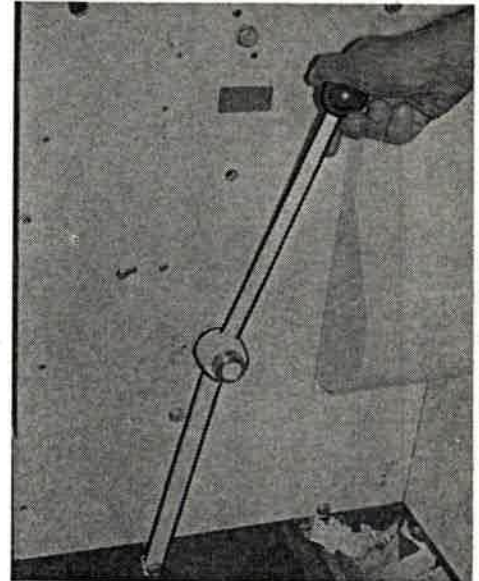

Bild 192
5. Antrieb der Dosierung durch Umschalten des Kupplungshebels ausschalten (Bild 192).